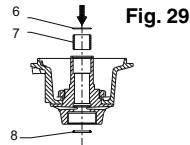

Fig. 29
- Remount the new parts: the upper bearing (7), the securing ring (6), and the O-ring (8) (Fig. 29).
- Remonter (pièces neuves), le palier haut (7), le circlips (6), et le joint torique (8) (Fig. 29).
- Montieren Sie die neuen Teile: das obere Lager (7), den Sicherungsring (6), und den O-Ring (8) (Abb. 29).
- Volver a montar (piezas nuevas), el casquillo alto (7), el circlips (6), y la junta tórica (8) (Fig. 29).